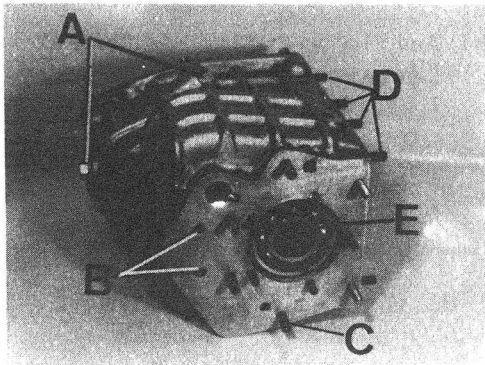

Fig. C1-113 Desmontaje cárter caja de - velocidades
- 1.2. Desmontar los tapones de llenado y vaciado de aceite de la caja de velocidades (Fig. C1-113).
- 1.3. Desmontar la pista exterior del rodamiento trasero del eje intermediario, botándola a través de los orificios, B (Fig. C1-113) que dispone el cárter.
- 1.4. Desmontar los espárragos delanteros y traseros, C (Fig. C1-113) de unión de cárteres y las fijas de alineación, así como los espárragos, D, de fijación de la tapa porta-horquillas.
- 2.1. Montar los espárragos delanteros y traseros, C (Fig. C1-113) de fijación cárteres y los, D, de fijación de la tapa porta-horquillas selectoras.
- 2.3. Montar los tapones, A (Fig. C1-113) de llenado y vaciado de la caja de velocidades.